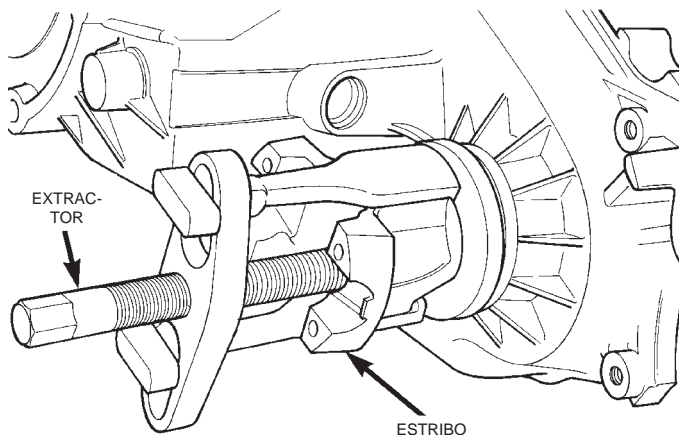

Fig. 21 Desmontaje del estribo
(2) Retire el estribo. Si resulta difícil de retirar a mano, hágalo con un hendedor de cojinetes o con un extractor de dos mandíbulas convencional (Fig. 21). Cerciérese de que el extractor esté emplazado sobre el estribo y no sobre el deflector, ya que éste podría resultar dañado.